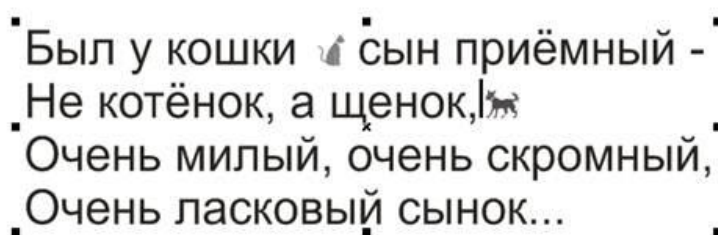

Рисунок 16.1 – Вставка символів у фігурний текст
3. Тепер вставимо в текст спеціальний символ. Встановіть текстовий курсор в точку, де має з'явитися символ, і відкрийте діалогове вікно Insert Character (Вставка символу) командою Text> Insert Character (Текст> Вставити символу). У списку, діалогового вікна виберіть назву гарнітури - Webdings, а в розташованій нижче палітрі знайдіть зображення потрібного символу - в даному випадку, кішки (рис. 16.1). Вставте це зображення мишею в межі прямокутної рамки виділення, навколишнього блок фігурного тексту. Після відпускання кнопки миші кішка займе своє місце в тексті. Щоб чорна заливка зображення не дисонували із текстом, виділіть вставлений символ і клацніть мишею на зразку екранної палітри з сірим кольором.
Те ж саме можна зробити і без вибору команди меню - достатньо навести вказівник інструменту Text (Текст) на будь-яку точку майбутньої траєкторії - так, щоб покажчик інструменту змінив свою форму (рис. 16.1, ліворуч) - і клацнути мишею. Після цього вводиться з клавіатури текст буде розміщуватися на траєкторії (рис. 16.1, праворуч).